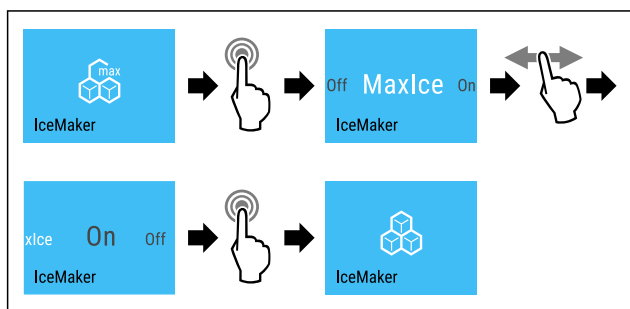

Fig. 19
- ▶ Izvedite zahtevane korake (glejte Fig. 19).